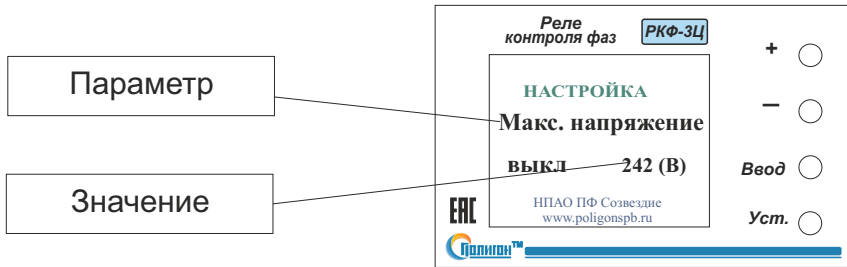

Рис.2
4.2.1. Для входа в режим программирования нажмите и удерживайте 5-6 сек кнопку «Уст.», при этом на дисплее высветится название параметра и его значение (Рис.2).